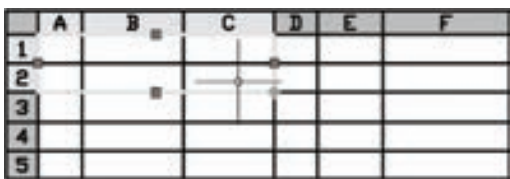

图 7-37 选择 6 个单元格
14) 结合〈Shift〉键选择图 7-37 所示的 6 个单元格。